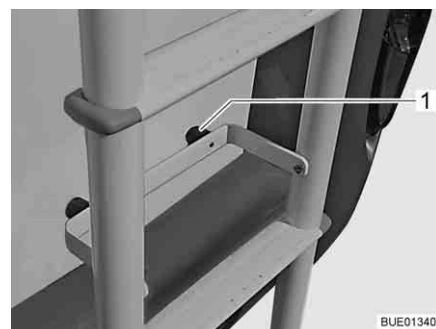

Fig. 3 Échelle repliable, échelle repliée vers le bas
- Poser l'arceau de protection avec les alvéoles en caoutchouc (Fig. 3,1) contre la paroi arrière du véhicule.